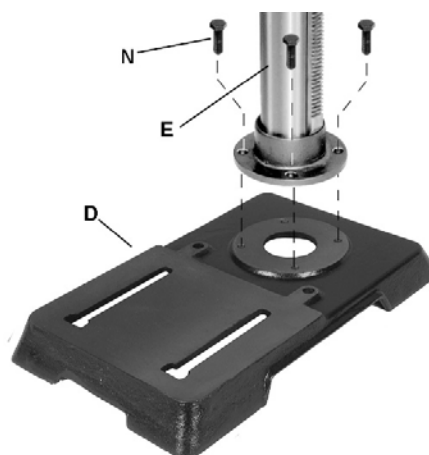

Рис. 5
См. Рис. 5:
2. Поверните бабку так, чтобы боковые стороны крышки ременной передачи (А1) располагались параллельно боковым сторонам основания (D, Рис. 5).